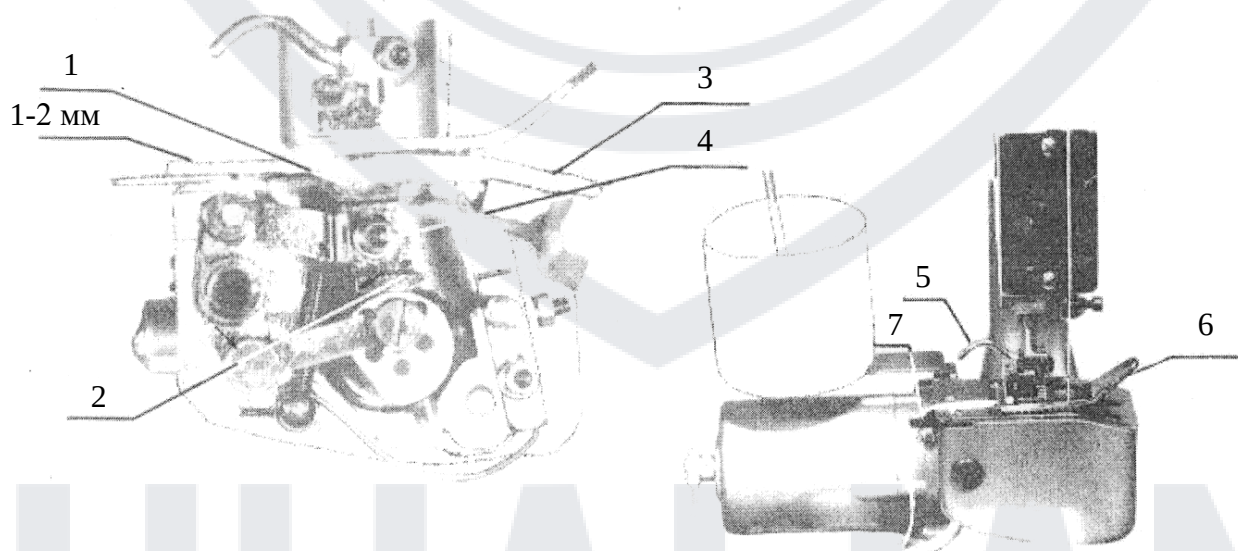

Рис. 4
5.7 Регулировка высоты зубчиков (Рис. 4)
Высота зубчиков (1) (Рис. 4) находящихся над платформой иглы зависит от характера и толщины зашивочного материала. Для пакета, состоящего из двух слоёв одинаковой толщины, необходимая высота над пластиной иглы составляет 1-2 мм
При начале зашивки мешка, длина нити должна быть на 50 мм длиннее обычного. Данное условие необходимо для проведения пробного тестирования исправности работы машины. Так как конструкция узла нити одиночная, она может быть ослаблена, поэтому предполагаемая длина должна быть 50 мм. Чтобы предотвратить провисание нити, согните пополам концы нити, таким образом выравнивая их. После того как пакет запечатан, протяните нить и затем отрежьте ножом (7) (Рис. 4), перед каждым последующим сшиванием пакета, протягивайте нить 50 мм длиной.